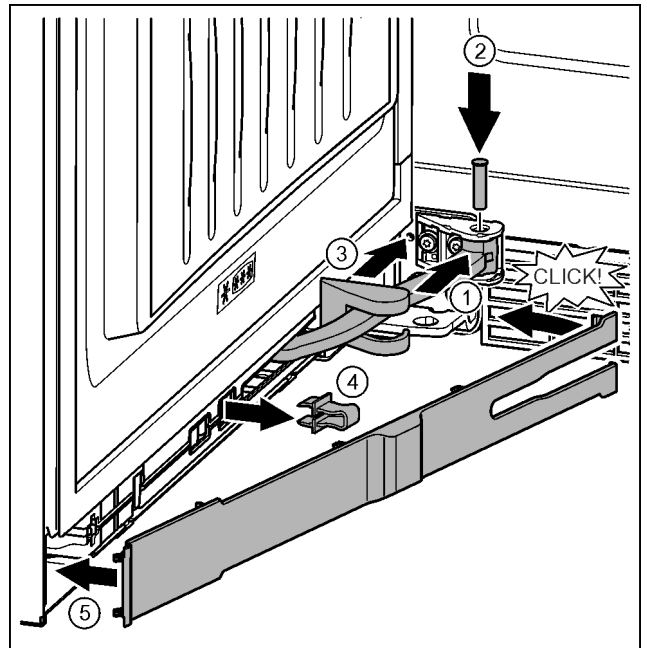

Fig. 40
- ▶ Поверніть шарнір у навішуванні. Fig. 40 (1)
- ▶ За допомогою викрутки T15 встановіть гвинт в навішування та шарнір. При цьому виступ фіксатора повинен займати правильне положення в пазу. Fig. 40 (2)
- ▶ Просуньте кришку опорного кронштейна вздовж шарніра та встановіть її над навішуванням. Fig. 40 (3)
- ▶ Зніміть запобіжник. Fig. 40 (4)
- ▶ Встановіть накладку з боку ручки та поверніть. Fig. 40 (5)